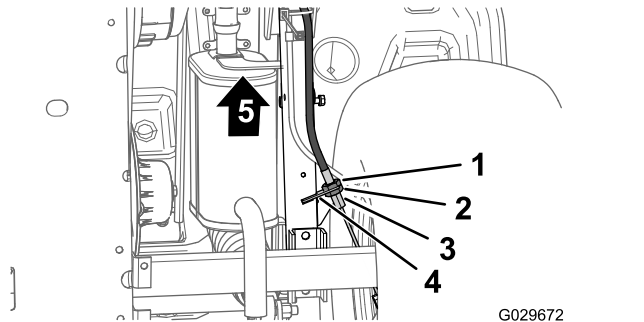

Figure 57
3. Au bas de la machine, desserrez de 4 tours l'écrou de blocage arrière du réglage fileté sur le câble de frein de stationnement (Figure 57).
4. Resserrez l'écrou de blocage avant (Figure 57).
- A. Desserrez d'un tour l'écrou de blocage avant (Figure 57) du réglage fileté du câble de frein de stationnement.
- B. Resserrez l'écrou de blocage arrière (Figure 57).
- A. Desserrez d'un tour l'écrou de blocage arrière (Figure 57) du régleur fileté du câble de frein de stationnement.
- B. Resserrez l'écrou de blocage avant (Figure 57).